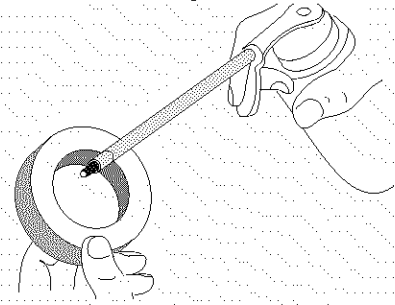

Fig. 16
4. Aplique suficiente aceite nuevo SAE 30 para recubrir el filtro ligeramente (Fig. 16).